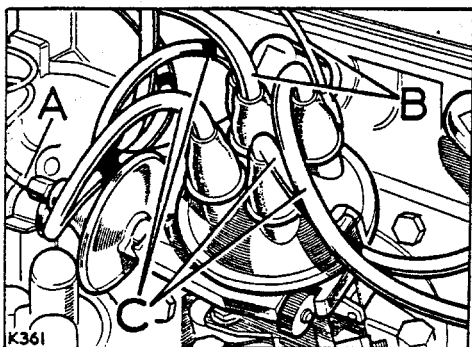

Abb. A1-57. Anschlüsse auf dem Verteiler
12. Unterdruckleitung und Zündungskabel anschliessen. Siehe Abb. A1-57.